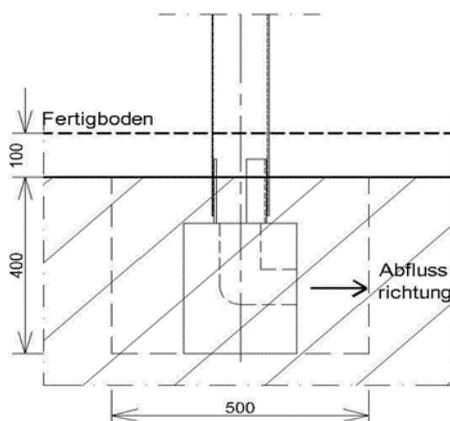

Abb.: 16a
- Platzieren Sie die Betonfundamente so, dass die Öffnungen zur Hauswand zeigen, und alle waagrecht stehen. (siehe Abb.: 16a)